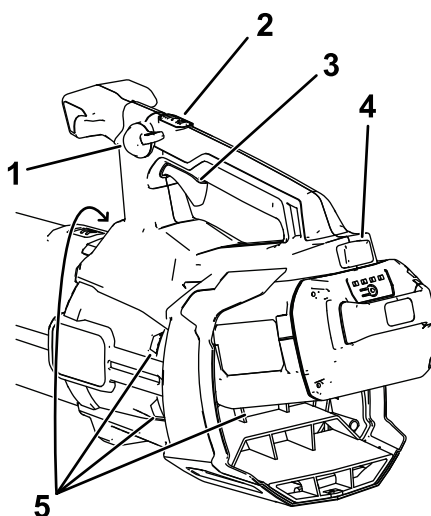

Figure 9
2. Alignez le creux de la batterie sur la languette du corps de la poignée (Figure 9).
4. Pour mettre le souffleur en marche, serrez la gâchette de vitesse variable (Figure 9).
Remarque: Enclenchez le blocage de vitesse pour laisser la machine tourner sans avoir à appuyer sur la gâchette de vitesse variable (Figure 9).
Pour régler le débit du souffleur en marche, serrez la gâchette de vitesse variable (Figure 9).
Pour maintenir le débit d'air actuel, engagez le blocage de vitesse (Figure 9).
Pour obtenir des performances maximales, appuyez sur la gâchette de vitesse variable, puis sur le bouton Turbo Boost pour activer la fonction Turbo Boost (Figure 9).
Pour arrêter le souffleur, déverrouillez le blocage de vitesse (le cas échéant) et relâchez la gâchette de vitesse variable (Figure 9).